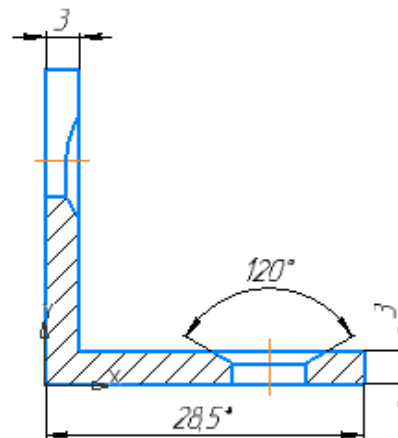

Рисунок 10
- Проставьте недостающие размеры на виде слева.(рисунок 10)